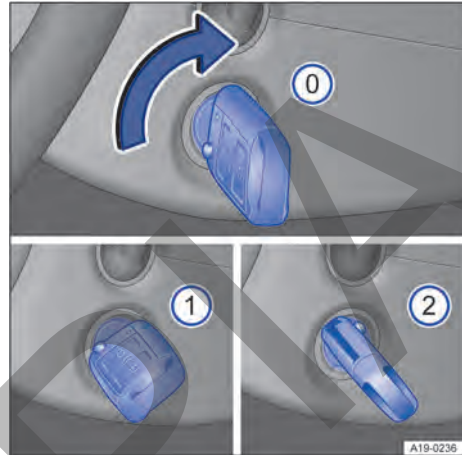

Fig. 102 Junto al volante, en el lado derecho: posiciones de la llave del vehículo en la cerradura de encendido.
Posiciones de la llave del vehículo → **fig. 102**:
- 2 Pise el pedal del freno si el testigo de control **🔦** se enciende en verde. Ponga el motor en marcha. Cuando el motor haya arrancado, suelte la llave. Al soltarla, la llave vuelve a la posición → **fig. 102** 1.